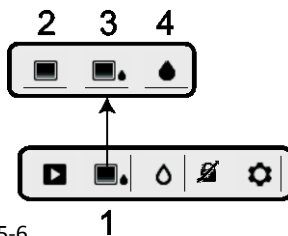

Fig. 5-2 Mode Image
Appuyez sur la touche Sélection pour accéder au Menu principal, puis sélectionnez l'icône du mode IMAGE (1). Reportez-vous à la Fig. 5-2. Choisissez entre le mode Imagerie thermique IR uniquement (2), le mode IR + Humidité IGM (3), ou le mode Humidité uniquement (4). Chaque mode est présenté ci-dessous.